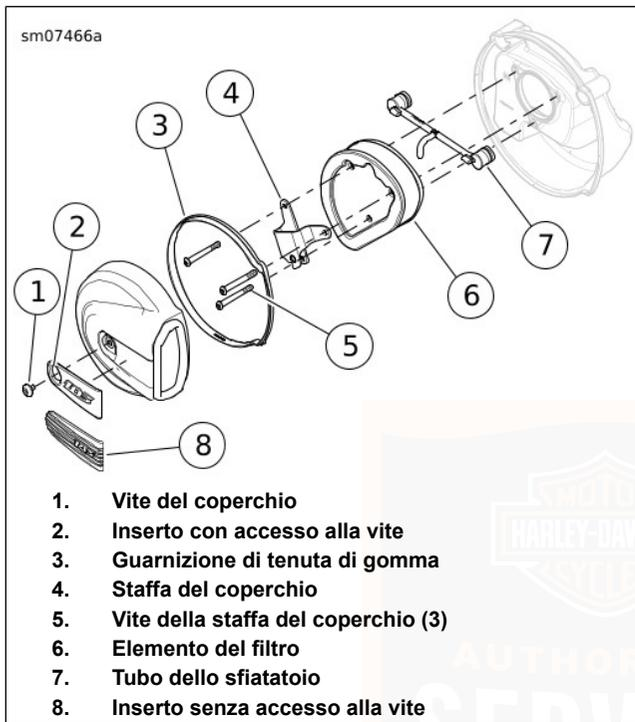

Figura 78. Gruppo del filtro dell'aria
1. **Modelli senza accesso diretto alla vite:** Vedere Figura 78. Tirare il bordo anteriore dell'inserito (8) per rimuoverlo.
1. Vedere Figura 78. Installare il tubo dello sfiatatoio (7) sui bulloni dello sfiatatoio.
4. Installare la staffa del coperchio. Serrare le viti (5) a una coppia di 12,2–14,9 N·m (108–132 **in-lbs**).
5. Controllare che la guarnizione di tenuta di gomma (3) non sia danneggiata e sia inserita correttamente intorno al perimetro del coperchio del filtro dell'aria.
6. Installare il coperchio del filtro dell'aria sulla piastra di appoggio. Applicare FRENAFIETTI E SIGILLANTE A MEDIA RESISTENZA LOCTITE 243 (blu) alle filettature della vite (1). Installare la vite. Serrare a una coppia di 4,1–6,8 N·m (36–60 **in-lbs**).